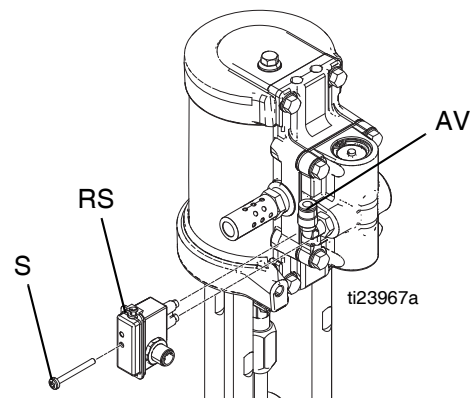

FIG. 4: Rimozione del gruppo dell'interruttore a lame e delle linee dell'aria
3. **Per i motori con DataTrak:** Vedere FIG. 4. Rimuovere la vite (S) per scollegare l'interruttore a lame (RS) dalla valvola pneumatica (AV).
1. **Per i motori con DataTrak:** Rimuovere la vite per scollegare l'interruttore a lame dalla valvola pneumatica. Vedere FIG. 4, pagina 13.